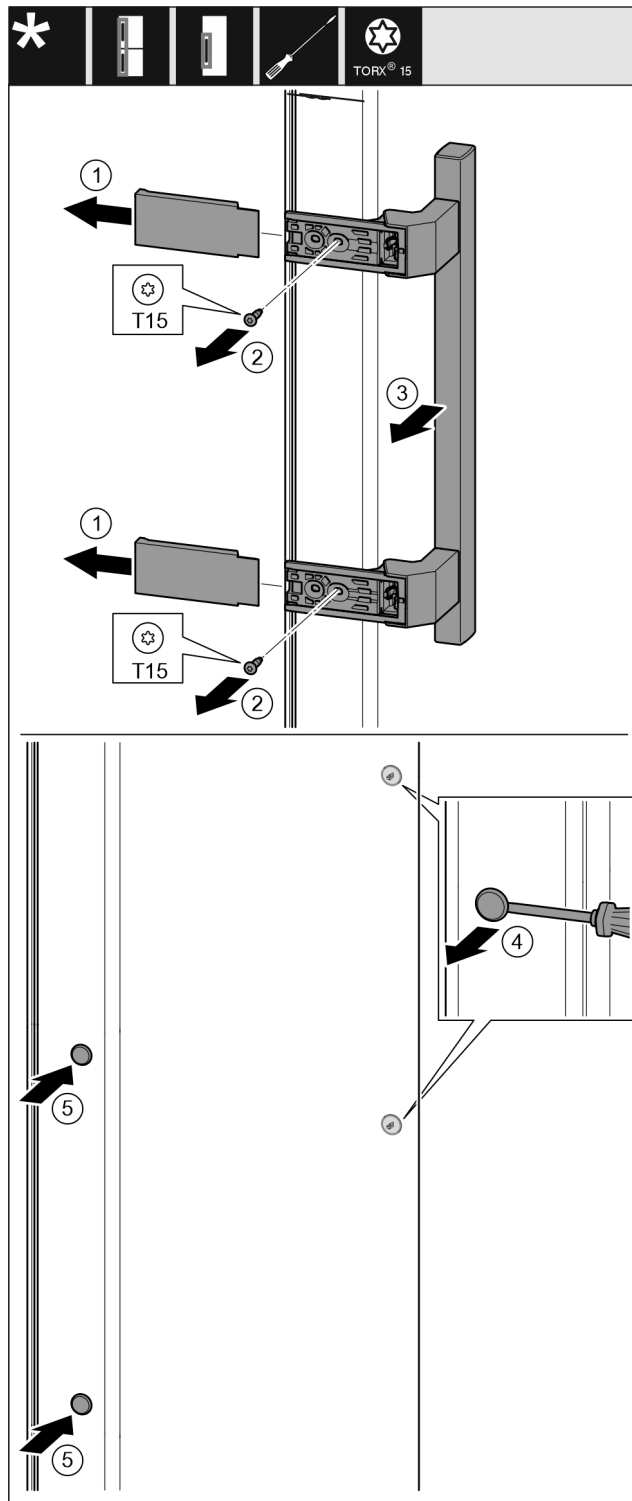

Fig. 39
- ▶ Húzza le a fedelet. Fig. 39 (1)
- ▶ Csavarja ki a csavarokat a T15 csavarhúzóval. Fig. 39 (2)
- ▶ Vegye le a fogantyút. Fig. 39 (3)
- ▶ Óvatosan emelje meg az oldalsó dugókat lapos csavarhúzóval, és húzza ki őket. Fig. 39 (4)
- ▶ Tegye vissza a dugókat a másik oldalra. Fig. 39 (5)